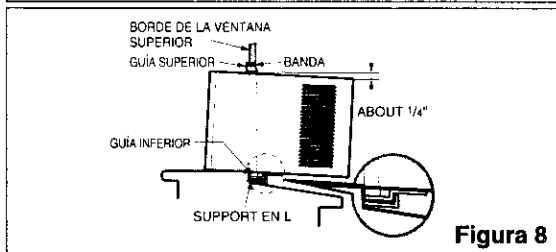

Figura 8
Primero, asegúrese de insertar el tubo de drenaje en el recipiente de base antes de la instalación. El equipo de aire acondicionado debe instalarse con una ligera inclinación hacia la parte exterior (FIGURA 8) para permitir el drenaje del agua. El equipo de aire acondicionado puede drenar el agua condensada a través de la tubería de drenaje.
- Mientras sujeta el acondicionador de aire, baje cuidadosamente el marco corredizo de la ventana detrás de la guía superior del acondicionador de aire, como se muestra en la Figura 8.